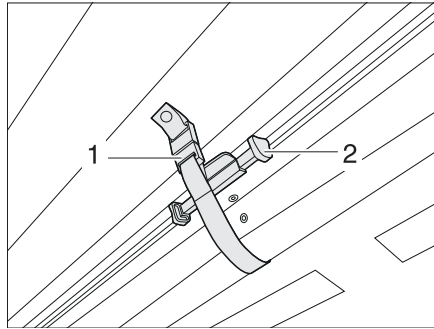

Fig. 13 Fixer le dispositif occultant plissé du pare-brise
- Pousser le dispositif occultant plissé pour le pare-brise vers le haut avec la poignée (Fig. 13,2) jusqu'à ce qu'il se verrouille. Le fixer avec la boucle de fermeture (Fig. 13,1). Le dispositif occultant plissé est bloqué.